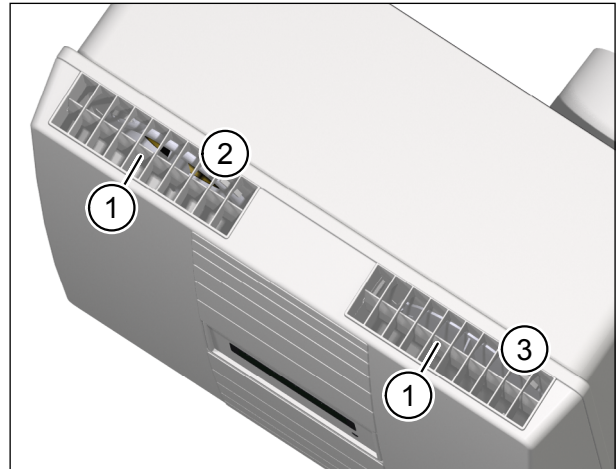

Abb. 15: Funktionskontrolle
- ▶ Überprüfen Sie die Mechanik der Luftklappen (Pos. 1 in Abb. 15):
- ▶ Überprüfen Sie die Funktion von Zuluft- und Abluftgebläse. An der Abluftöffnung (Pos. 2 in Abb. 15) und an der Zuluftöffnung (Pos. 3 in Abb. 15) muss eine Luftströmung spürbar sein.